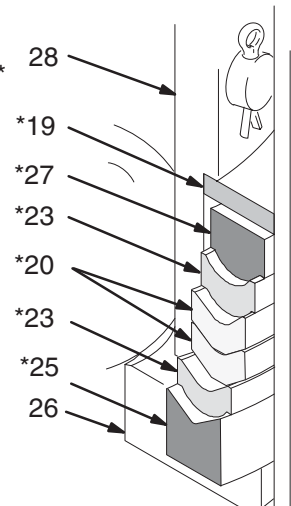

Abb. 5
Beim Auseinanderbauen der Pumpe alle Teile in ihrer Reihenfolge auflegen, um den Zusammenbau zu erleichtern. Siehe Abb. 5.
2. Den Sicherungsring (7) vom Zylinder (8) abschrauben. Siehe Abb. 5. Einlassventilgehäuse (15) abschrauben.
3. Den O-Ring (12), den Kugelstopfstift (6), die Kugelführung (9) und die Kugel (4) aus dem Einlassventilgehäuse (15) nehmen.
4. Die Packungsmutter (2) lösen. Die Kolbenstange (13) soweit wie möglich nach unten drücken und von unten aus dem Zylinder (8) herausziehen.
5. Die Schlüsselflächen der Kolbenstange (13) in einen Schraubstock einspannen. Einen Schraubenschlüssel auf die Schlüsselflächen des Kolben-Montagebolzens (28) ansetzen und den Kolben von der Stange abschrauben. Einen Splint (3) sowie den Kugelanschlagstift (21) entfernen und notieren, in welcher Lochgruppe sie waren. Anschließend die Kugel (4) herausnehmen.
6. Die Schlüsselflächen des Kolben-Montagebolzens (28) in einen Schraubstock einspannen und die Kolbenstange (26) abschrauben. Die Kolbenpackungen (20, 23), die Gegenringe (25, 27) und die Scheibe (19) entfernen.
7. Packungsmutter (2), Halspackungen (5, 24), Ringe (11, 14) und Beilagscheiben (31*) vom Auslassgehäuse (1) entfernen.
8. Alle Teile auf Beschädigungen überprüfen. Alle Teile und Gewinde vor dem Zusammenbauen mit einem verträglichen Lösemittel reinigen. Die glatten Flächen der Kolbenstange (13) und des Zylinders (8) auf Kratzer, Kerben oder andere Beschädigungen überprüfen, welche zu vorzeitigem Packungsverschleiß und Leckagen führen können. Zu diesem Zweck mit einem Finger über die Oberfläche streichen und das Teil schräg gegen das Licht halten. Sicherstellen, dass die Kugelsitze des Kolbens (26) und des Einlassventilgehäuses (15) nicht zerkratzt oder beschädigt sind. Alle Teile austauschen, die verschlissen oder beschädigt sind.
1. Die Halspackungen einfetten und nacheinander in der angegebenen Reihenfolge im Auslassgehäuse (1) installieren, wobei die Lippen der V-Packungen nach unten gerichtet sein müssen: die Beilagscheiben (31*), den Stützring (11*), eine UHMWPE-Packung (24*), zwei PTFE-Packungen (5*), eine UHMWPE-Packung (24*) und den Gegenring (14*). Gewindedichtmittel auftragen und die Packungsmutter (2) locker eindrehen. Siehe Abb. 5.
2. Falls der Zylinder (8) ausgebaut wurde, Gewindedichtmittel auf den Zylinder auftragen und diesen in das Auslassgehäuse (1) einbauen. Dabei nicht auf den O-Ring (10) vergessen.
3. Die Kolbenpackungen einfetten und nacheinander in der folgenden Reihenfolge auf die Kolbenstange (26) legen, wobei die Lippen der V-Packungen nach oben gerichtet sein müssen: den Gegenring (25*), eine UHMWPE-Packung (23*), zwei PTFE-Packungen (20*), eine UHMWPE-Packung (23*), den Stützring (27*), und die Unterlegscheibe (19*). Siehe Abb. 5.
4. Gewindedichtmittel auftragen und die Kolbenstange (26) auf den Kolben-Montagebolzen (28) schrauben. Mit 68–95 Nm festziehen. Die Kolbenkugel (4*) in den Kolbensitz legen. Den Kolbenanschlagstift (21*) in die gewünschte Lochgruppe schieben und mit dem Splint (3*) befestigen.
5. Die Kolbenstange (13) an ihren Schlüsselflächen in einen Schraubstock einspannen. Gewindedichtmittel auftragen und die Kolbengruppe auf die Stange schrauben. Mit einem Drehmoment von 68–95 Nm festziehen.
6. Die Kolbenstange (13) von unten in den Zylinder (8) schieben. Dabei darauf achten, dass der Zylinder nicht zerkratzt wird. Die Stange gerade nach oben drücken, bis sie über die Packungsmutter (2) vorsteht.
7. Kugel (4*), Führung (9), O-Ring (12) und Kugelanschlagstift (6*) in das Einlassventilgehäuse (15) einbauen. Die Einlassventilgruppe in den Sicherungsring (7) geben. Gewindedichtmittel auf den Sicherungsring und den Zylinder (8) auftragen und den Ring auf den Zylinder schrauben.